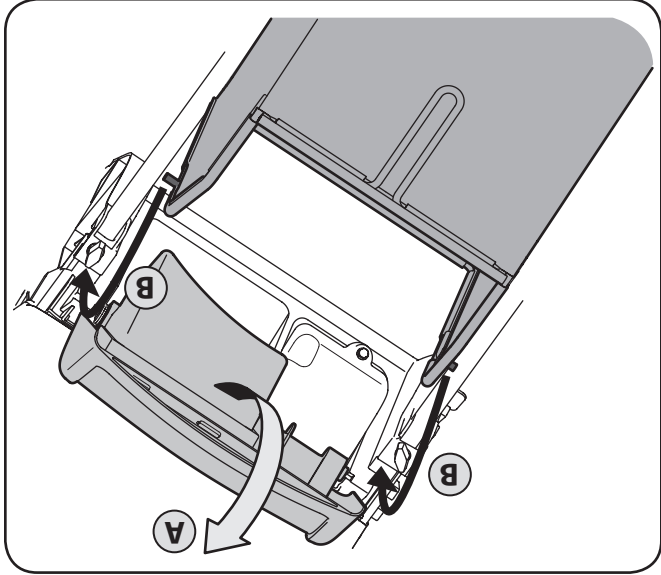

Figure 3-8
b. Installez le sac à herbe dans les fentes aménagées dans les supports du guidon, comme à la Figure 3-8. Lâchez le clapet pour qu'il repose sur le sac à herbe. Pour enlever le sac à herbe, relevez le clapet d'éjection arrière de la tondeuse. Relevez le sac à herbe et dégagez-le des fentes des supports du guidon. Lâchez le clapet d'éjection arrière pour fermer l'ouverture sur l'arrière de la tondeuse.